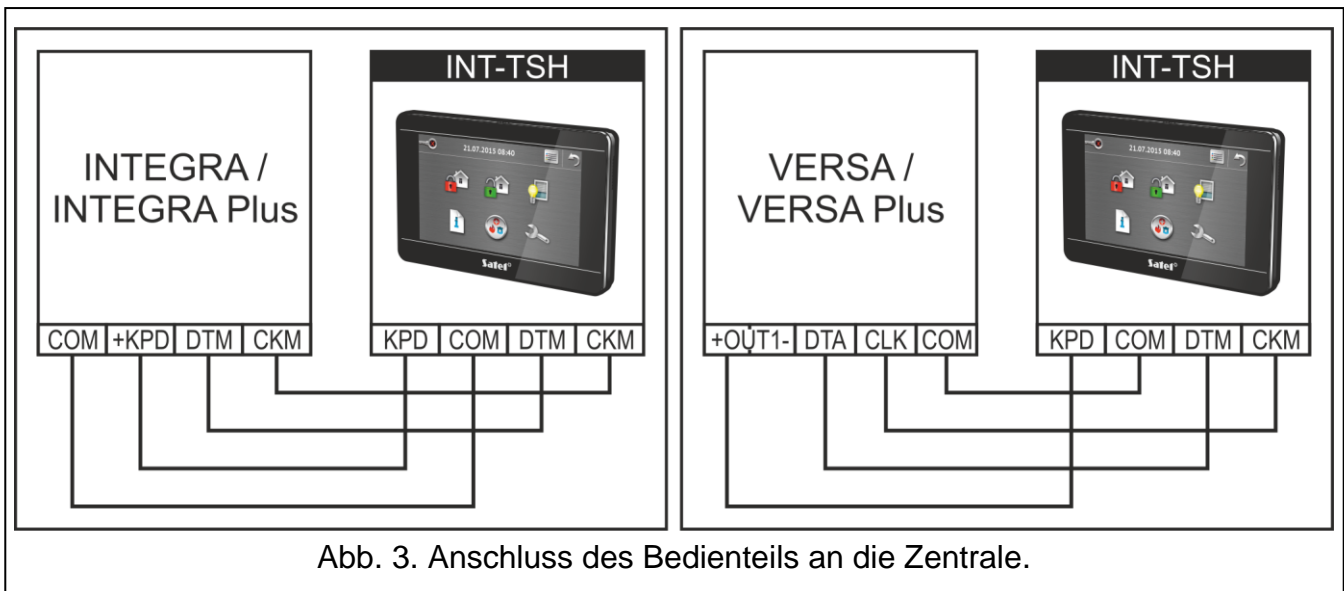

Abb. 3. Anschluss des Bedienteils an die Zentrale.
8. Verbinden Sie die Klemmen DTM, CKM und COM des Bedienteils mit entsprechenden Klemmen des Kommunikationsbusses der Alarmzentrale (siehe: Abb. 3). Es wird empfohlen, ein gerades Kabel ohne Abschirmung zu verwenden. Bei der Anwendung eines verdrehten Kabels beachten Sie, dass die Signale CKM (Uhr) und DTM (Daten) nicht in einem gedrehten Adernpaar liegen dürfen. Die Leitungen müssen in einem Kabel geführt werden. Die Länge der Leitungen sollte 300 m nicht überschreiten.